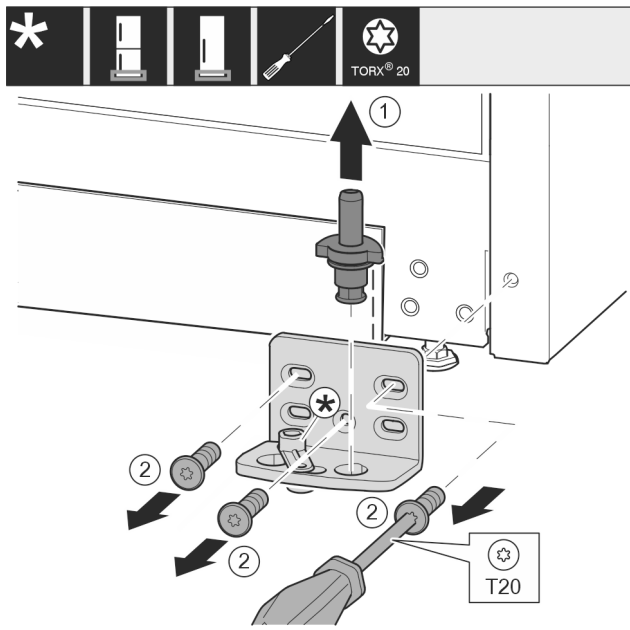

Fig. 12
- Húzza ki teljesen a csapszeget Fig. 12 (1) felfelé.
- Tekerje ki a csavarokat Fig. 12 (2) csavarhúzóval, és vegye le a csapágybakot.